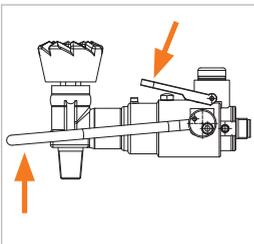

Abbildung 9
- ▶ Halten Sie die Arretierung (Pos. 8) nach unten gedrückt und klappen Sie anschließend die Betätigung (Pos. 1) nach oben (Abbildung 9). Dadurch wird die Verbindung zum Flaschenventil gelöst und der Adapter kann gerade nach hinten abgenommen werden.